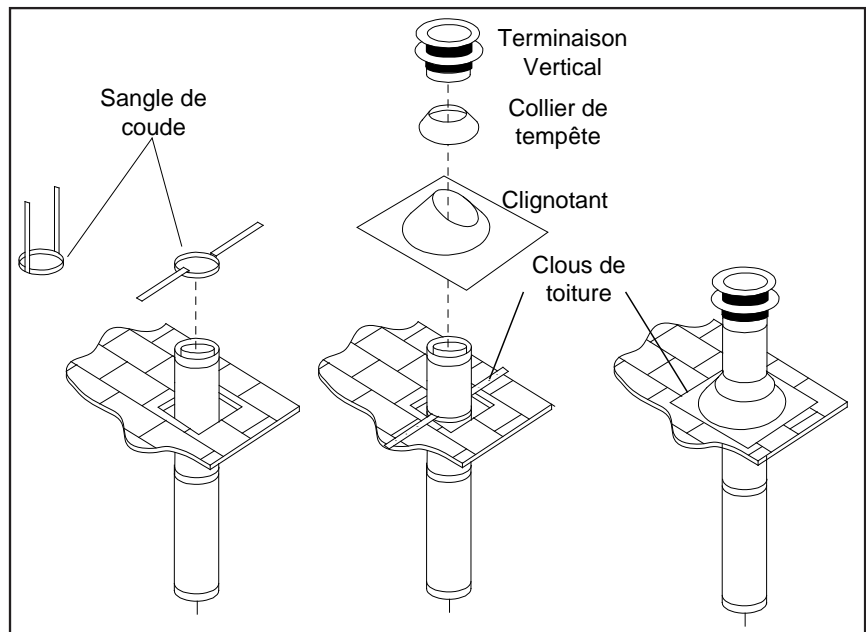

Figure 53: Terminaison d'Évent Vertical
- Étape 3.** Pour installer la boîte de support ronde / le coupe-feu mural dans un plafond plat, coupez un trou carré de 10 po (25.4 cm) dans le plafond, centrée sur le trou percé dans l'étape 2. Encadrez le trou comme dans la Figure 53.
- Étape 6.** Une fois que les sections de conduit ont été joints et passent par le trou dans le toit, faites passer une sangle de coude par-dessus les sections exposées, pliez les sangles du support vers l'extérieur, et poussez la sangle au niveau du toit, comme démontré dans la Figure 53. Serrez autour de la section de conduit. Utilisez un niveau à bulle pour s'assurer que le conduit est parfaitement vertical. Avec des clous de toiture, fixer les sangles de support au toit. Scellez les trous des clous avec du mastic non-durcissant. Taillez le surplus des sangles de support qui dépassent le solin. .
- Étape 9.** Passez le collet de solin par-dessus le conduit et poussez-le vers le toit comme dans la Figure 53. Utilisez le mastic non-durcissant sur le joint entre le conduit et le solin.